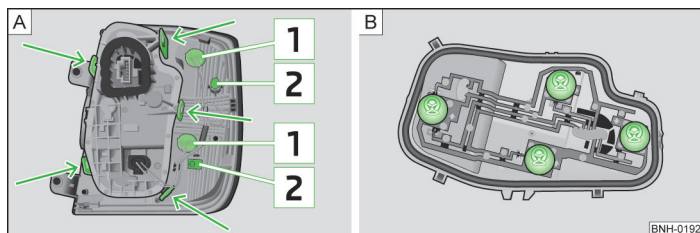

Fig. 177 Partea exterioară a lămpii / partea interioară a lămpii
- Împingeți cu atenție blocul optic spate în caroserie, astfel încât bolțurile [Z] » fig. 177 la pagina 200 ale lămpii să se fixeze în suporturile din caroserie » [I].
- Rotiți soclul becului [1] » fig. 177 în sens antiorar și scoateți-l din carcasa lămpii.
- Deblocați suportul becului din elementele de fixare marcate cu săgeți » fig. 177 - [A] și scoateți suportul becului din blocul optic spate.
- Rotiți soclul becului » fig. 177 - [B] până la limită în sens contrar sensului orar și scoateți-l din carcasa lămpii.